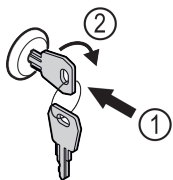

Fig. 58 Ilustrační zobrazení
- ▶ Klíč zasuněte dovnitř Fig. 58 (1).
- ▶ Otáčejte klíčem o 90° ve směru hodinových ručiček Fig. 58 (2).